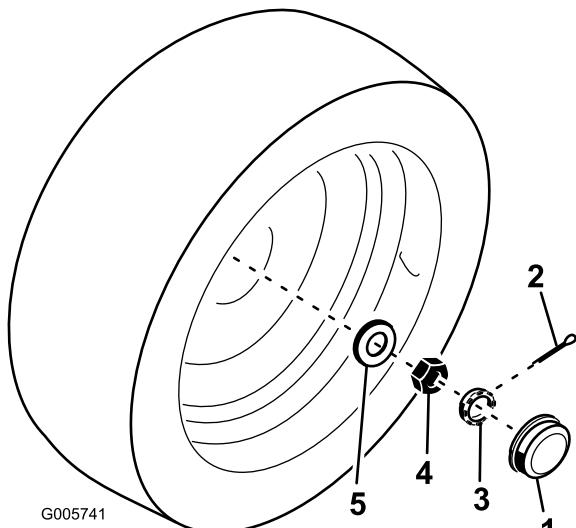

Bild 53
2. Schrauben Sie den Schutzdeckel vom Ende der Radwelle ab. Nehmen Sie auch den Splint ab, mit dem die Halterung befestigt ist (Bild 53).
3. Ziehen Sie die Klemmutter (Bild 53) mit einem Schraubenschlüssel auf circa 8,5–11,3 Nm an.